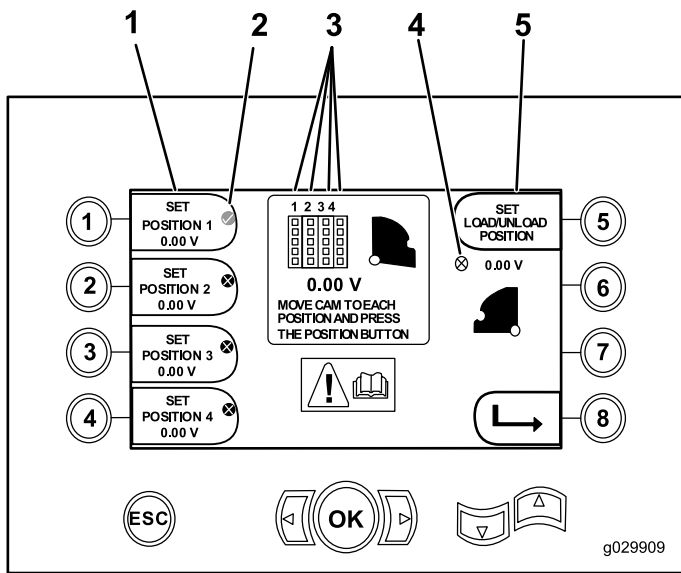

Bild 18
- Taste 1: Position 1 einstellen (**Bild 18**)
- Taste 2: Position 2 einstellen (**Bild 18**)
- Taste 3: Position 3 einstellen (**Bild 18**)
- Taste 4: Position 4 einstellen (**Bild 18**)
Drücken Sie die Taste 5 (**Bild 18**), um die Lade- oder Entladeposition einzustellen.